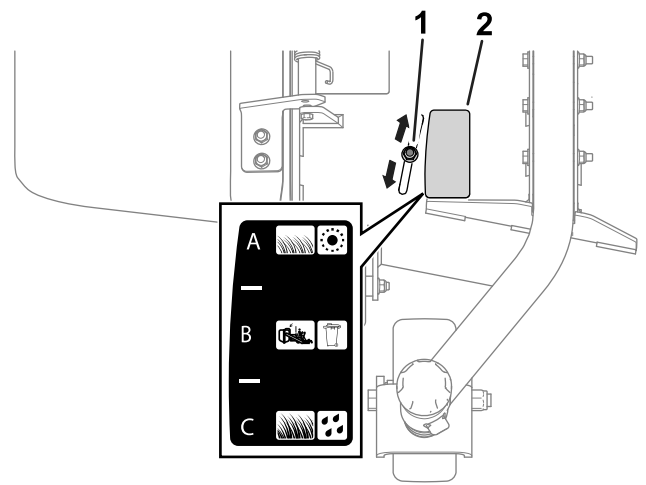

Figure 14
2. Desserrez l'écrou (Figure 14).
Reportez-vous aux sections suivantes pour une description de la position de chaque déflecteur d'éjection. La Figure 14 illustre chacune des positions (par ex. A, B et C) comme indiqué sur l'autocollant.